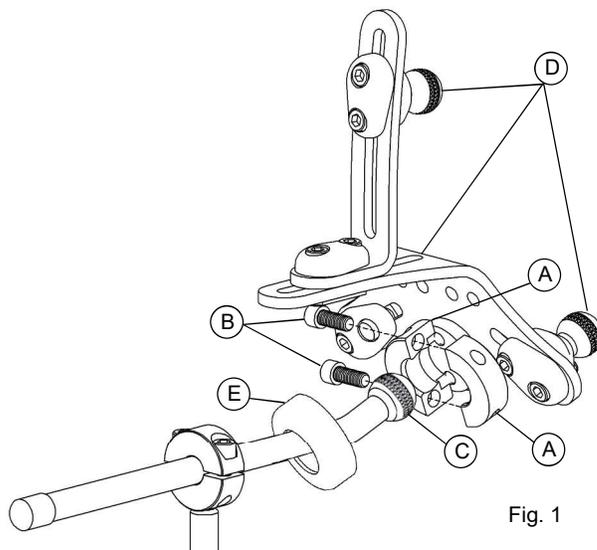

Fig. 1
Attacco della piastra di supporto a 3 imbottiture (Fig. 1)
1. Rimuovere i bulloni (Fig. 1, A) e staccare la metà inferiore del collare (Fig. 1, B) dell'imbottitura.